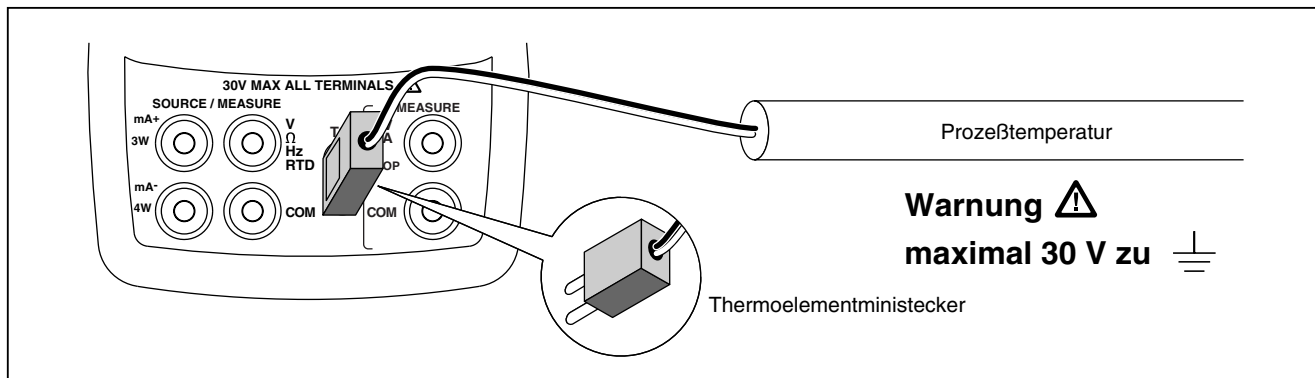

Abbildung 10. Messen von Temperatur mit einem Thermoelement
1. Die Thermoelementleiter gemäß Abbildung 10 mit dem geeigneten Thermoelementministecker verbinden und dann in die TC-E/A-Buchse des Kalibrators einstecken. *Einer der beiden Steckerstifte ist breiter als der andere. Auf korrekte Stiftausrichtung achten, und keine Kraft anwenden.*